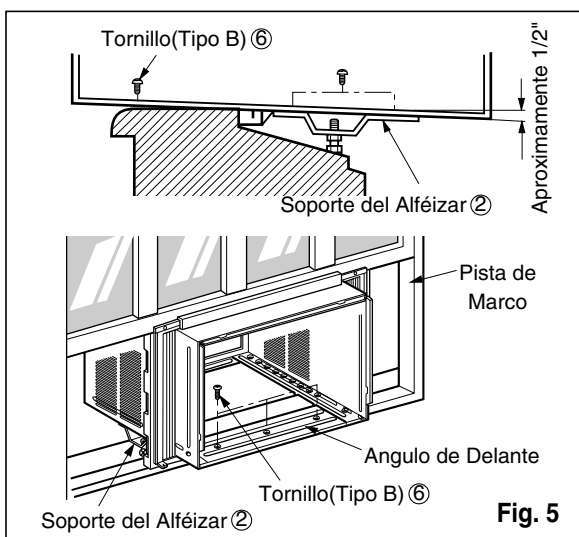

Fig. 5
6. El gabinete debe ser instalado con una **pequeña caída (cerca de 1/2") hacia abajo hacia afuera** (Ver Fig. 5).
7. Adjunte el gabinete al banquete de la ventana atornillando los tornillos ⑥ (Tipo B: Largo dieciséis milímetros y menos.) a través del ángulo frontal en la banqueta de la ventana.